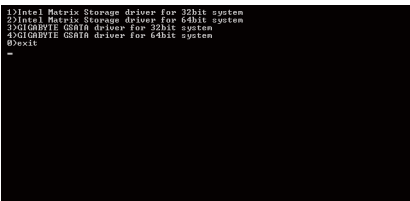

图3
- 3: 放入空白磁盘。按下SATA控制器驱动程序代码后再按<Enter>键。以图3的选单为例：